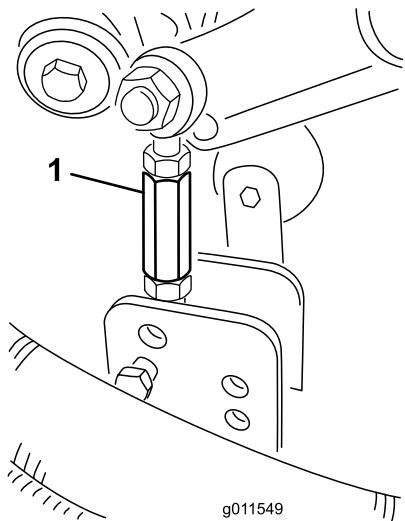

Figure 25
9. Enlevez les goupilles fendues et les axes de chape qui fixent les bielles d'amortisseurs aux supports du tablier de coupe (Figure 25).